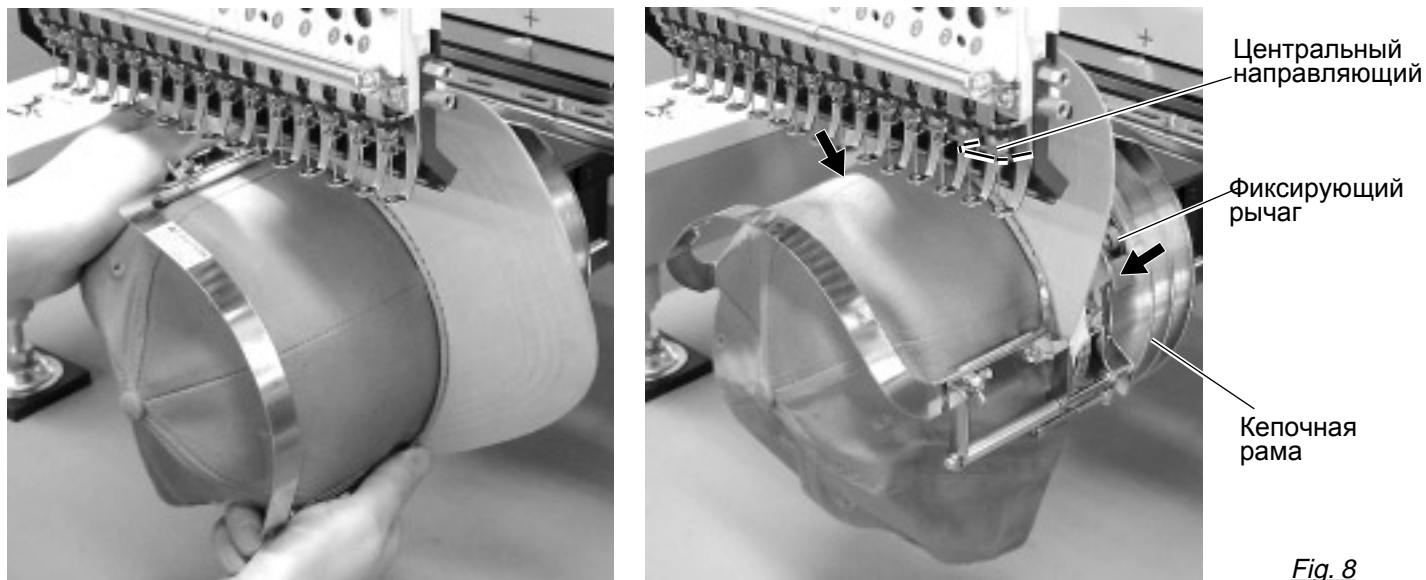

Fig. 8
8. Как показано на Рис. 8, поместите кепочные пяльцы на привод кепочных пяльцев. Вам будет необходимо вращать края головного убора так, чтобы они прошли игольный блок. Затем надавите на удерживающий рычаг в двух местах, показанных на рисунке, и наденьте кепочные пяльцы так, чтобы центральный направляющий механизма привода пяльцев плотно входил в вогнутую область кепочных пяльцев.